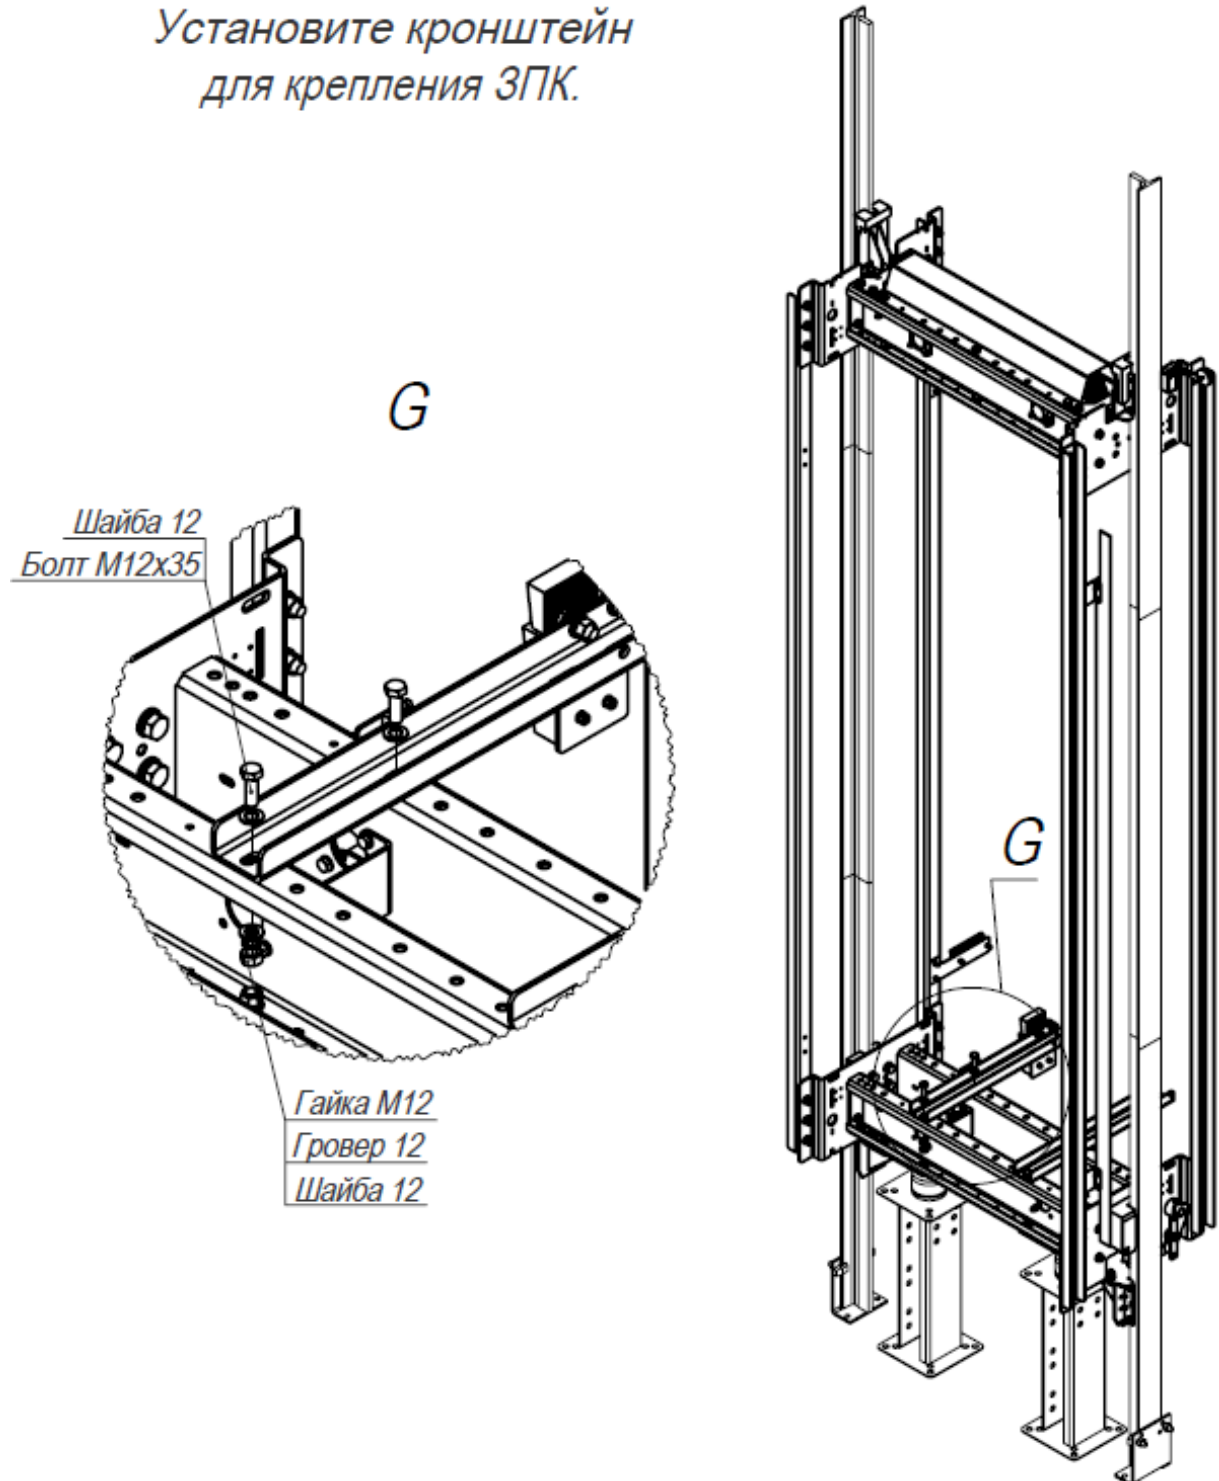

Рис.21
7.1.5 Установить крепление компенсационной цепи (опционально) (рис. 21).